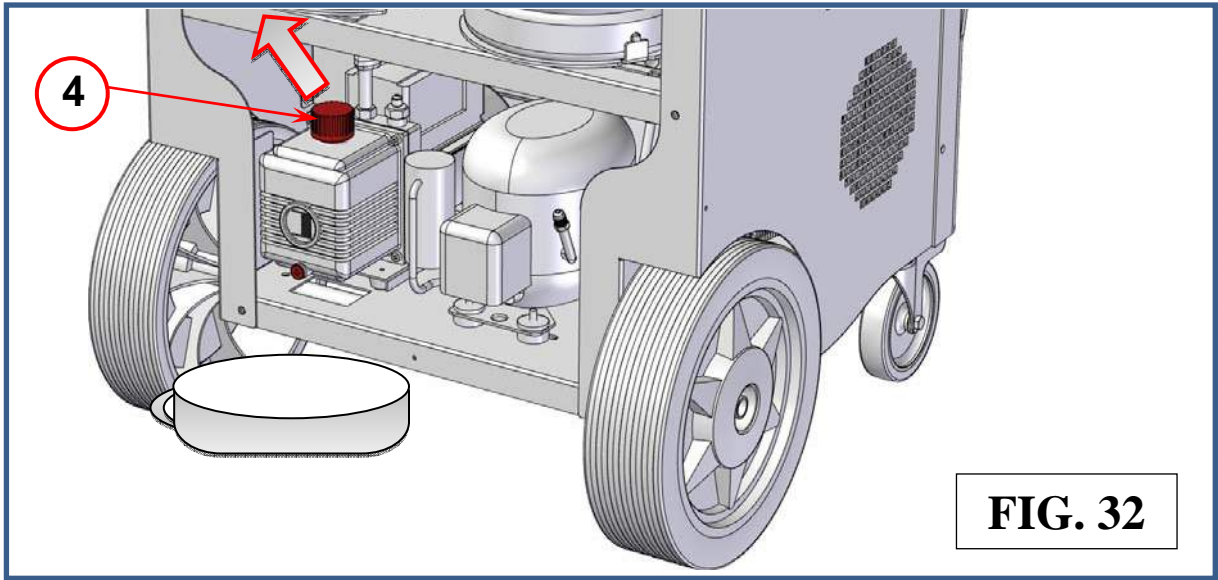

FIG. 32
- 4) Svitare il tappo di riempimento (rif 4, Fig.32)